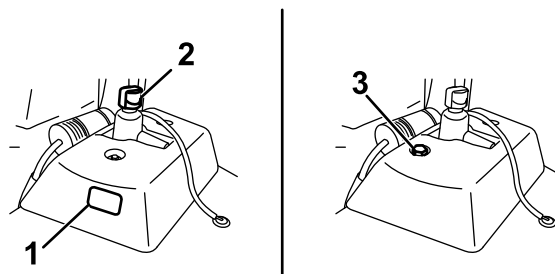

Bild 48
- Wenn der Hilfs hydraulikbehälter ein Schauglas hat, prüfen Sie den Stand dort (Bild 48) und gehen Sie auf Schritt 5.
- Wenn der Hilfs hydraulikbehälter kein Schauglas hat, ermitteln Sie den Peilstab an der Oberseite der Maschine (Bild 48) und gehen Sie auf Schritt 3.